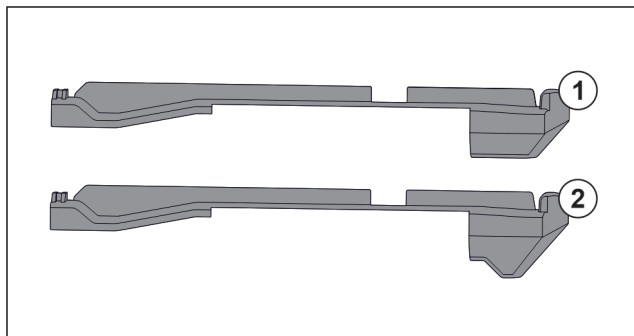

Fig. 78 Порівняння вставних частин
У пристрої є дві різні вставні частини. Вставна частина над самим нижнім висувним ящиком Fig. 78 (2) має трикутний край. Всі інші вставні частини Fig. 78 (1) мають прямий край.
- ▶ Розмістити вставну частину Fig. 78 (2) з трикутним краєм над самим нижнім висувним ящиком.
- ▶ Розмістити вставну частину Fig. 78 (1) з прямим краєм у всіх інших місцях.